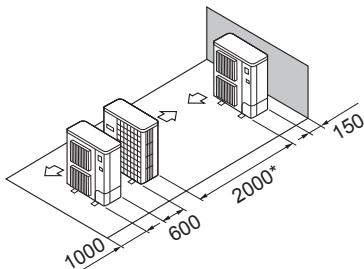

Fig. 2-13
- ⑤ Plassering av enkel parallellenhets (Fig. 2-13)